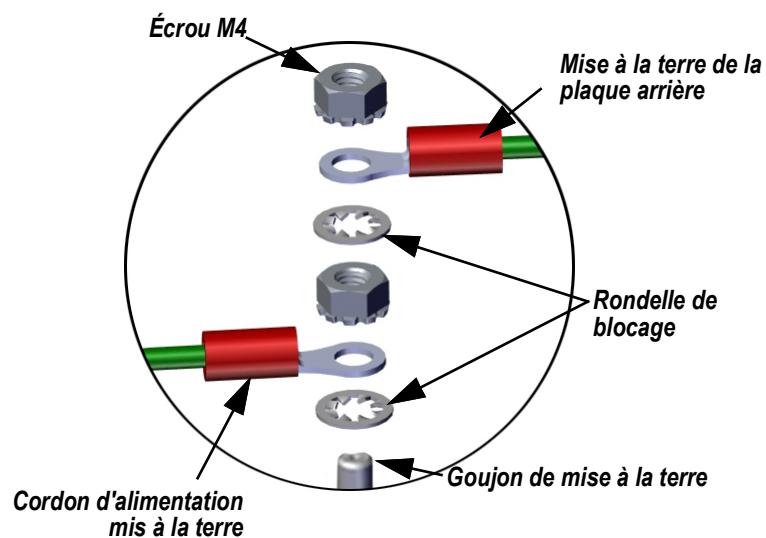

Figure 2-12. Empilage de mise à la terre
3. Utiliser l'empilage de mise à la terre pour terminer le fil de mise à la terre au goujon de mise à la terre Figure 2-12).